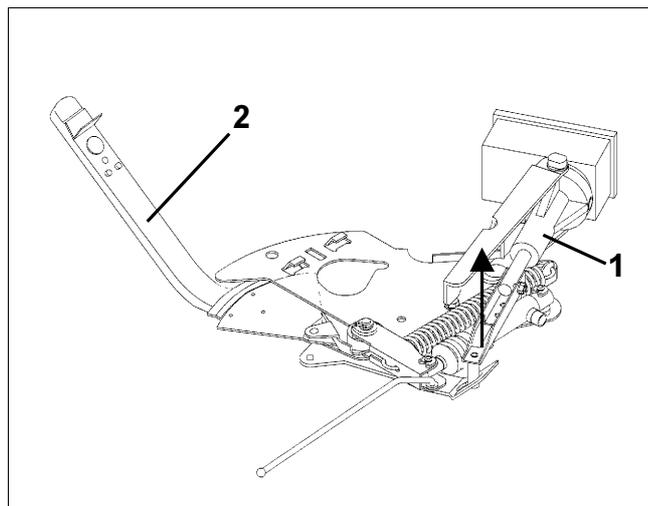

Fig. 103
- Levez le servomoteur (Fig. 103/1) et décrochez la tige de poussée (Fig. 103/2) de la prise de connexion de la trappe de dosage.